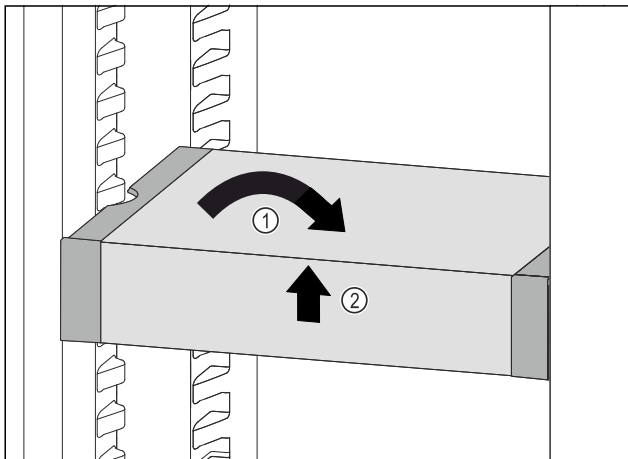

Fig. 115
- ▶ Coloque el VarioSafe en posición recta. Fig. 115 (1)
- ▶ Levante el VarioSafe por delante. Fig. 115 (2)